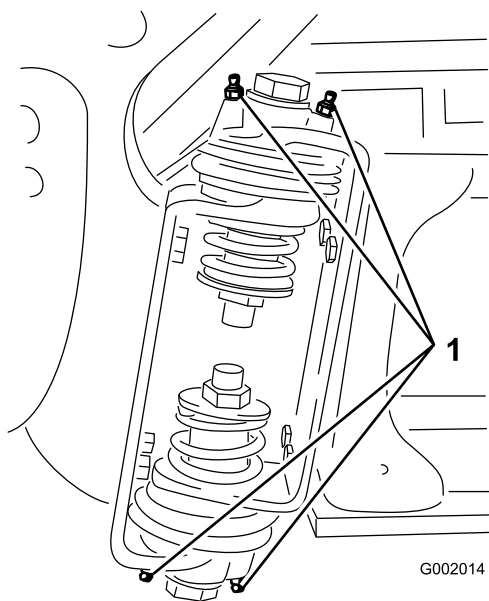

Figura 68
2. Pompai lubrifiant în rulment sau bucă la nivelul fiecărui fitting (Figura 68).